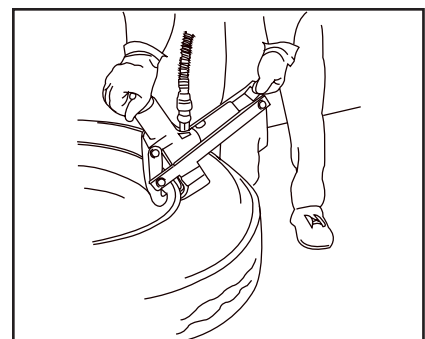

Figure 3
1. Faire fonctionner la pompe hydraulique pneumatique de façon à ce que la mâchoire de serrage commence à appuyer contre la jante. (Voir fig. 3.) Veiller à ce que les dents triangulaires soient placées bien dans le talon de pneu et contre la collerette de la jante.